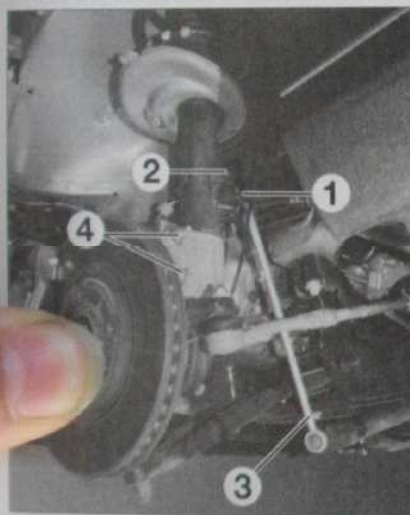

Fig. 10
- Écarter le support de faisceau (1) (Fig.10).
- Déposer l'écrou (2).
- Écarter la biellette de barre stabilisatrice (3).
- les vis de fixation (4) de l'élément de suspension sur le pivot,